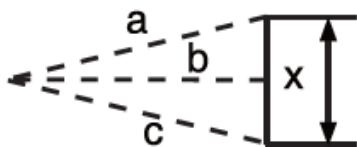

Figura 4
4. Medindo a soma dos lados da base do triângulo $\triangleleft$ (conforme mostrado na Figura 4)